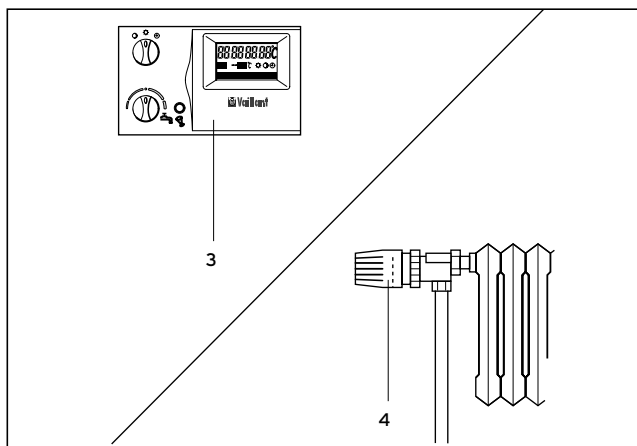

Рис. 3.13 Настройка регулятора комнатной температуры или регулятора отопления по наружной температуре
3.5.2 Установки на регуляторе комнатной температуры или регулятор отопления по наружной температуре (рис. 3.13)
- Для этого поверните ручку (1) для установки температуры подающей линии системы отопления до упора влево (рис. 3.13).